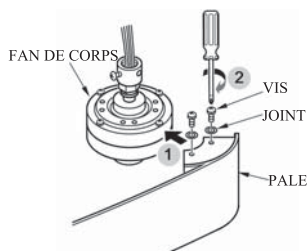

FIG.1
1. Positionnez la pale sur le corps du ventilateur. Alignez le trou de vis de la pale avec le moteur, puis fixez la vis et la rondelle pour attacher la pale au corps du ventilateur. (Voir Fig.1)